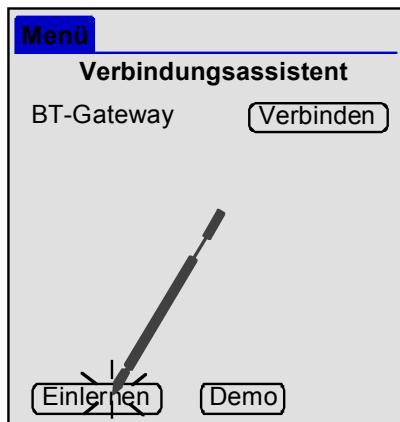
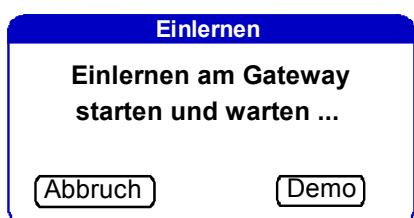

Bild 1:"Verbindungsassistent"
Bild 2: Dialog 'Einlernen'
1. Das Anwendungsprogramm 'EIB BT-Gateway' am Endgerät ist, falls noch nicht geschehen, zu starten. Wenn noch kein Gateway eingelernt wurde, erscheint unmittelbar nach dem Starten der Software der Dialog 'Einlernen' (vgl. Bild 2). Wenn bereits Endgeräte eingelernt sind und ein weiteres Endgerät zugeordnet werden soll, ist der 'Einlernen'-Dialog separat zu starten. Dazu ist eine ggf. aktive Verbindung zu einem Gateway zu trennen und im Dialog 'Verbindungsassistent' am Endgerät das Einlernen zu starten (vgl. Bild 1). Im Anschluss öffnet sich der Dialog 'Einlernen' (vgl. Bild 2). Vgl. auch Kap "Verbindungsassistent".